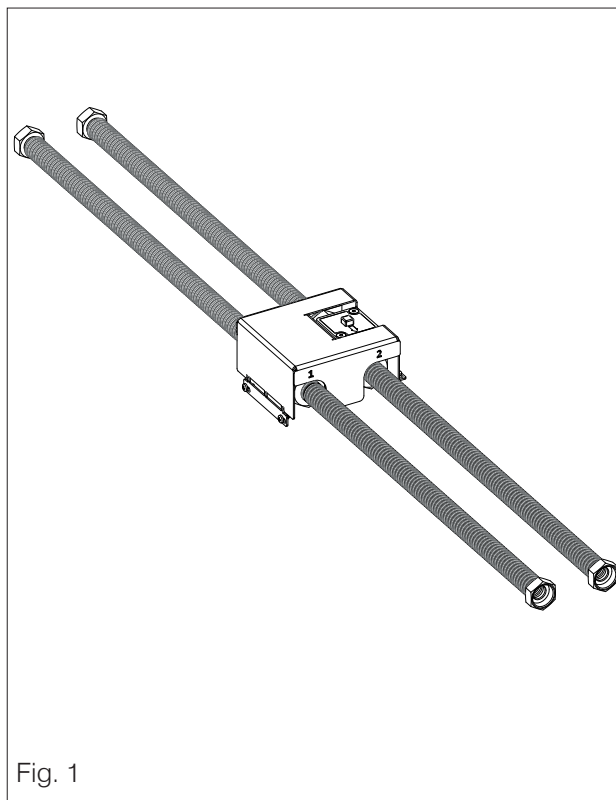

Fig. 1
- O Kit Anti-Condensação montado (fig 1)